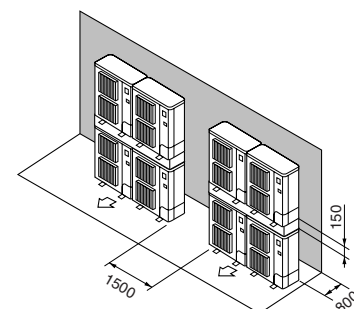

Fig. 2-14
- ⑦ Διάταξη μονάδων σε στοιβα (Fig. 2-14)